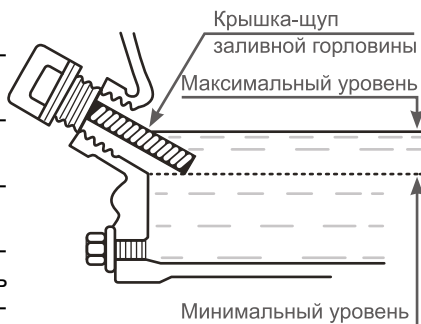

Рис.24 Уровень масла в картере
2. Снимите крышку/щуп маслозаливного отверстия (А) Рис. 24.
4. Установите на место крышку/щуп, не закручивая его. Снова извлеките щуп, уровень масла должен соответствовать верхней отметке на щупе (В) Рис.24, что соответствует нижнему краю маслозаливной горловины.